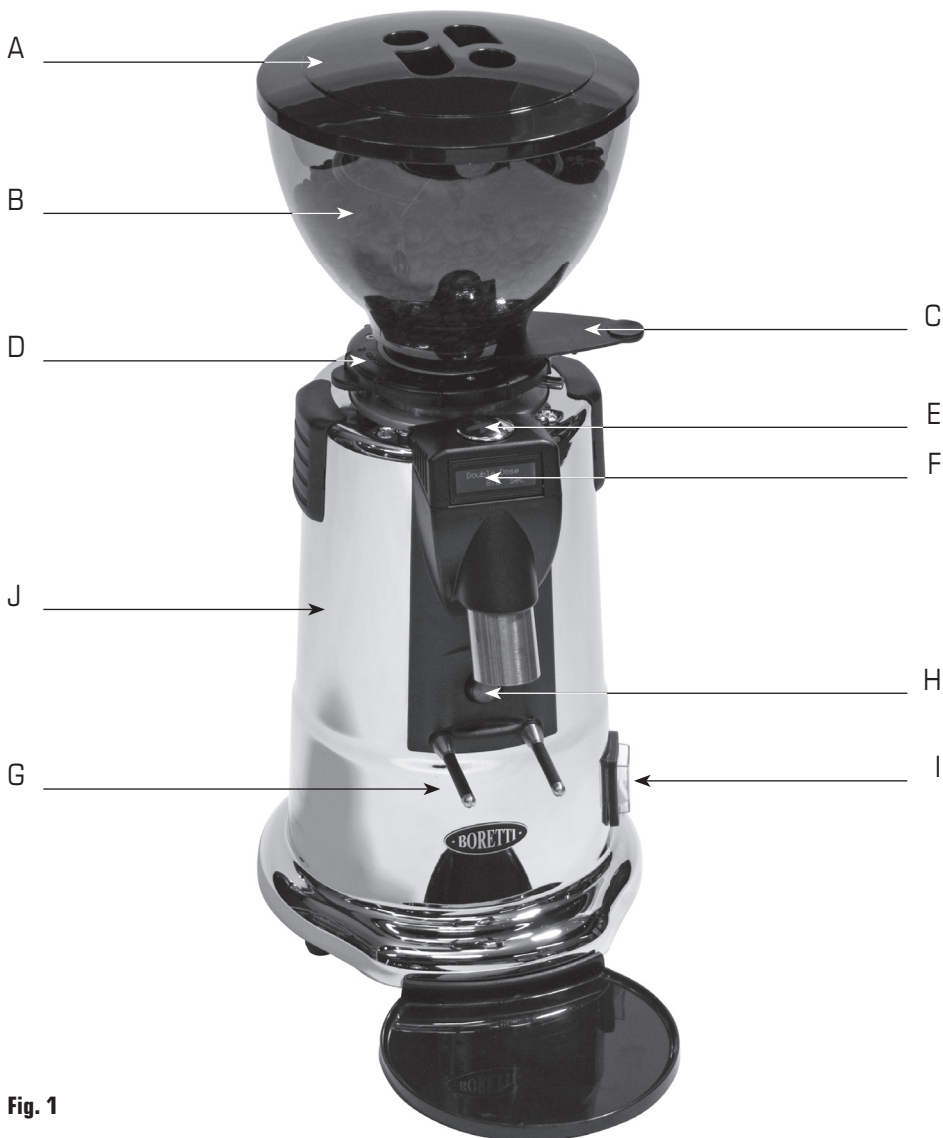

Fig. 1
**Asegúrese de que el interruptor principal (“1” fig. 1) esté en posición de APAGADO antes de enchufar el aparato.**